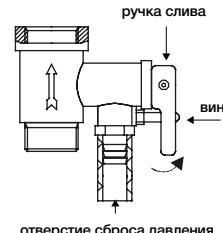

Рис. 8
– для вертикальных водонагревателей серии МЕ1: нажать до щелчка кнопку, расположенную по центру термовыключателя, который находится рядом с ТЭНом (имеет круглую форму), рис.8;